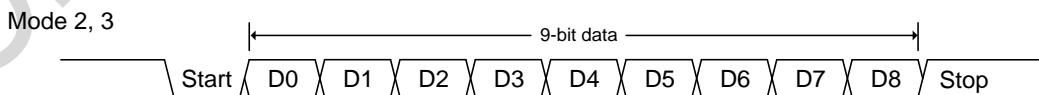
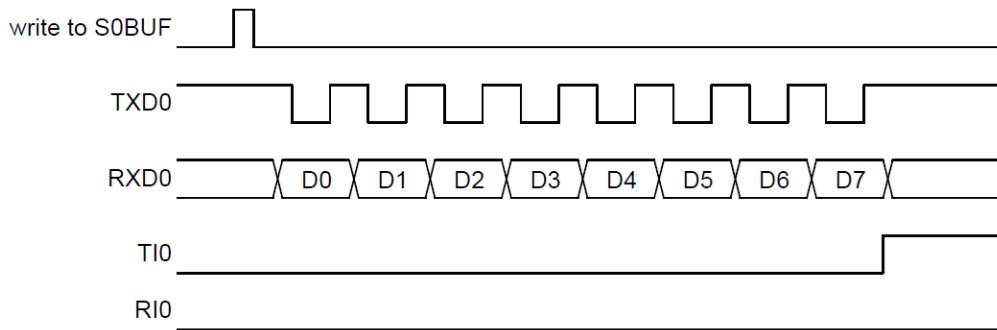
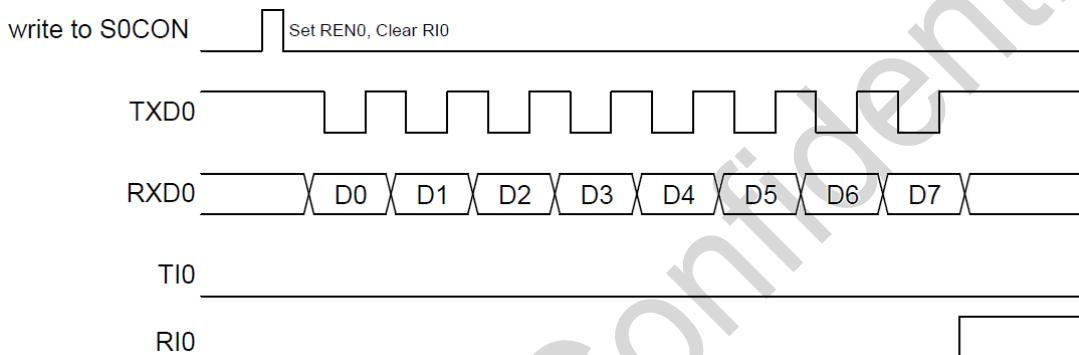

图 18-2. 模式 2 和模式 3 数据帧
图 18-4. 模式 0 发送波形
图 18-5. 模式 0 接收波形
- **模式 0:** 8 位数据(低位先出)通过 RXD0 传送和接收。TXD0 总是作为输出移位时钟。波特率可通过 S0CFG 寄存器的 URM0X3 位选择为系统时钟频率的 1/12 或 1/4。串行口模式 0 的时钟极性也可以软件选择。在串行数据移入或移出之前它由 P3.1 的状态决定。图 18-4 和图 18-5 所示模式 0 的时钟极性波形。
- **模式 3:** 除了波特率是可变之外，模式 3 与模式 2 一样，如图 18-2 所示。
使用 S0BUF 作为一个目的寄存器可通过任何指令来启动传输。“写到 S0BUF”信号触发 UART0 引擎开始发送。S0BUF 里面的数据在 TXD0 (P3.1) 脚的每一个上升沿移出到 RXD0 (P3.0) 脚。八个上升沿移位时钟过后，硬件置 TIO 为 1 标志发送完成且中断向量可以由 BTI 和 UTIE 切换到系统标志中断。模式 0 发送时序见图 18-4。
接收是由直接 RX 时钟到 TXD0 引脚的额外输出功能的移位时钟来实现的。当接收激活时，在移位时钟的下降沿采样 RXD0(P3.0)脚并移到寄存中。八个下降沿移位时钟过后，硬件置 RI0 为 1 标志接收完成。模式 0 接收时序见图 18-5。
模式 2 和 3 数据帧如图 18-2 所示，模式 2 和模式 3 的串行口功能框图如图 18-5 所示。接收部分和模式 1 相同。与模式 1 传送部分不同的仅仅是传送移位寄存器的第 9 位。
写到 S0BUF 的信号请求 UART0 引擎加载 TB8 到发送移位寄存器的第 9 位并开始发送，当收到一个发送请求后，UART0 将在 TX 时钟的上升沿开始发送。S0BUF 中的数据从 TXD0 引脚串行输出，数据帧如图 18-2 所示及数据宽度根据 TX 时钟不同而不同。当 9 位数据发送完后，硬件将置位 TI0 表示发送结束，并且它的中断向量可以由 BTI 和 UTIE 切换到系统标志中断。